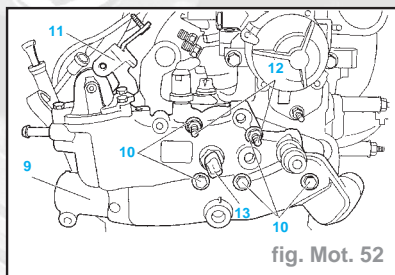

fig. Mot. 52
- Déconnecter les connecteurs (13) (fig. Mot. 52).